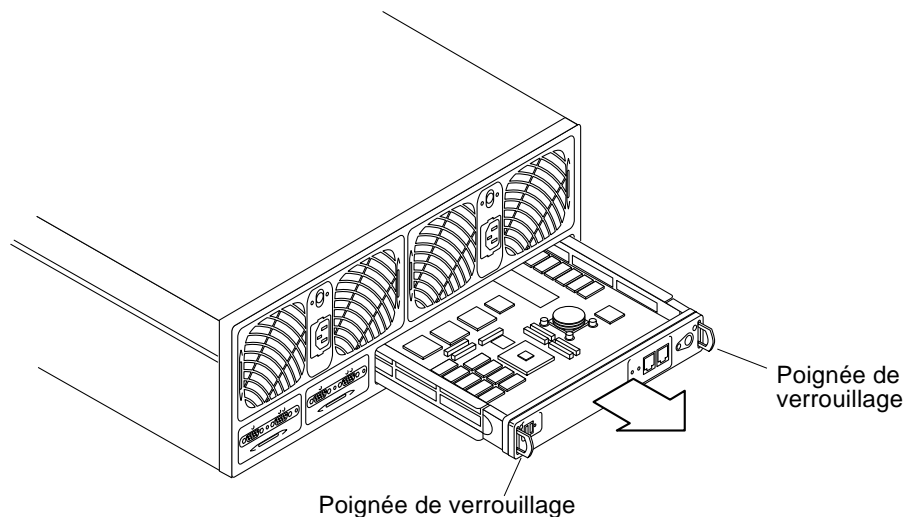

FIGURE 5-8 Retrait de la carte contrôleur
5. **Déverrouillez la carte contrôleur en appuyant sur ses poignées de verrouillage (FIGURE 5-8).**